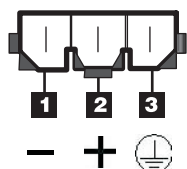

图 3-58. 直流电源接口 - 插脚位置
3. 将直流电源线与电源连接。请参阅第 3-46 页的图 3-58，以了解直流电源接口插脚位置。